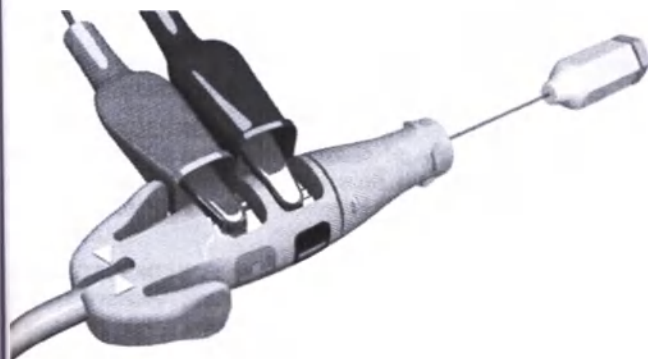

Рисунок 11. Зажимы анализатора системы стимуляции подсоединены к насадке на коннектор электрода
- Подсоедините зажимы типа «крокодил» кабеля анализатора системы стимуляции (ACC) к пружинному контакту катода (–) насадки на коннектор электрода и пружинному контакту анода (+). Использование насадки на коннектор электрода защитит концевой штырь от повреждения зажимом типа «крокодил» и воспрепятствует замыканию контактов. Полностью присоедините зажимы типа «крокодил» на пружинных контактах катода и анода, чтобы избежать неточных исходных измерений (Рисунок 11 Зажимы анализатора системы стимуляции подсоединены к насадке на коннектор электрода).